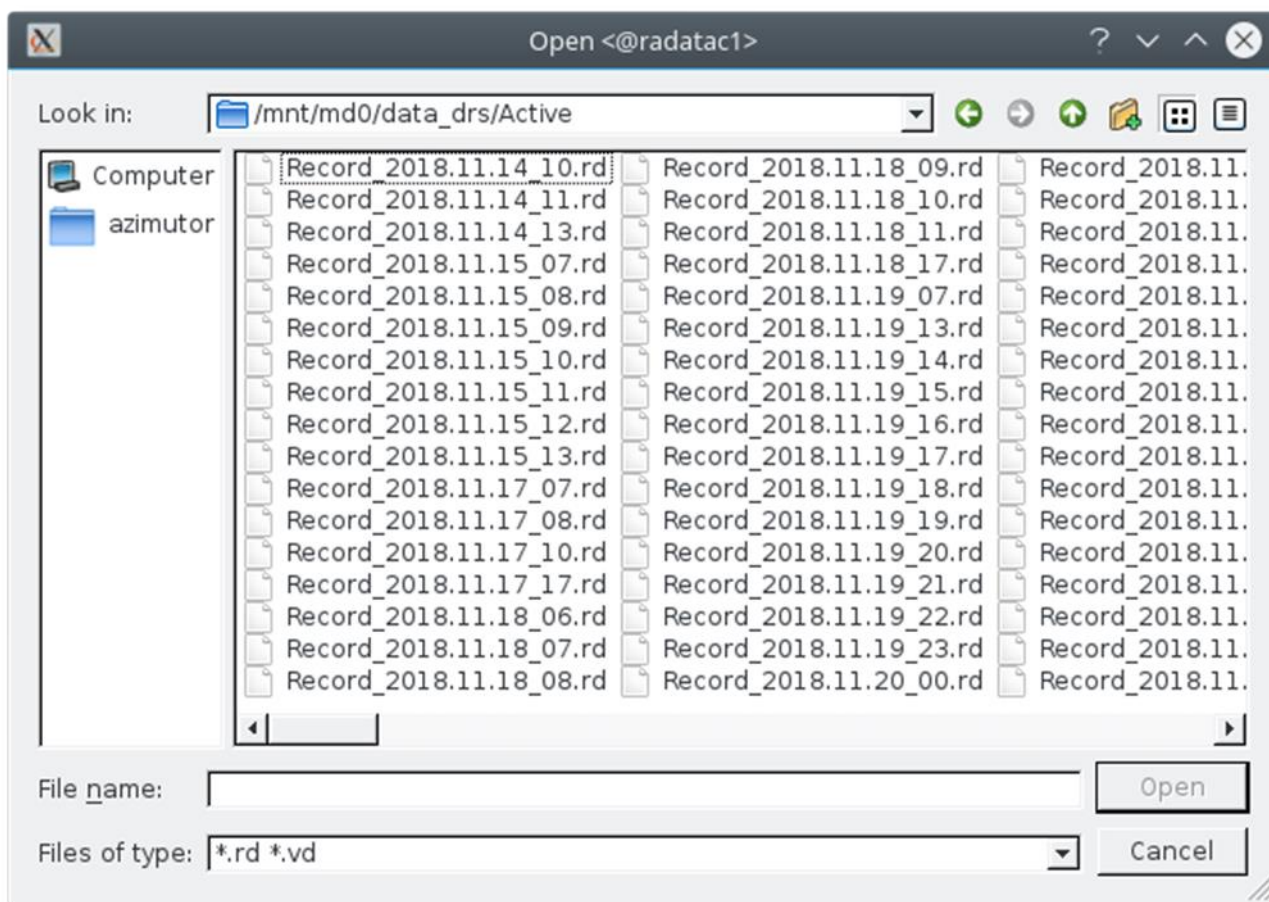

Рисунок 21. Вид окна выбора файла архива
3.6.2 Откроется окно выбора файла архива (рисунок 21).